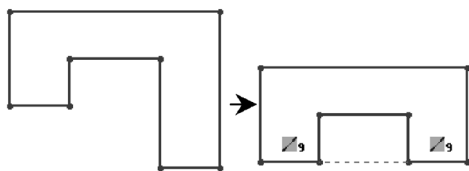

图 2-176 添加共线几何关系
- 共线几何关系：使两条或两条以上的直线落在同一直线或其延长线上，如图 2-176 所示。